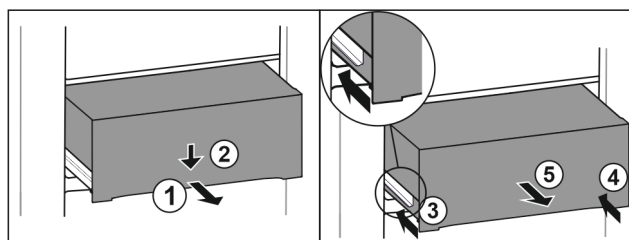

Fig. 156
- Zásuvku napůl vytáhněte. Fig. 156 (1)
- Stlačte zásuvku na přední straně dolů. Fig. 156 (2)
- Zasuňte levou kolejničku přibližně do 2 cm. Fig. 156 (3)
- Zasuňte pravou kolejničku přibližně do 2 cm. Fig. 156 (4)
- Vyjměte zásuvku dopředu. Fig. 156 (5)